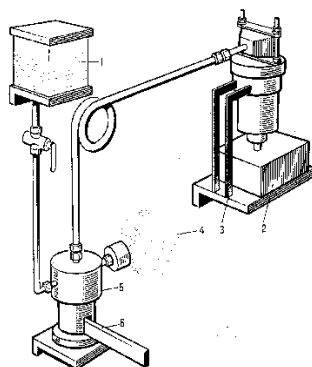
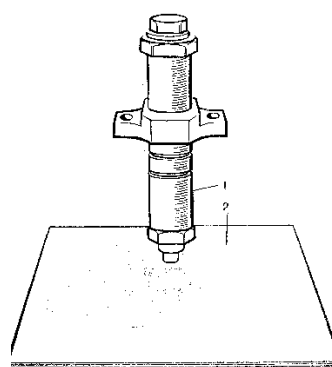

Рисунок 1 - Стенд для испытания распыливания форсунок
Рисунок 2 - Проверка качества топлива
1. Для проверки давления впрыска и чистоты топливных отверстий форсунку устанавливают на стенд (см. рис.1, рис.2).